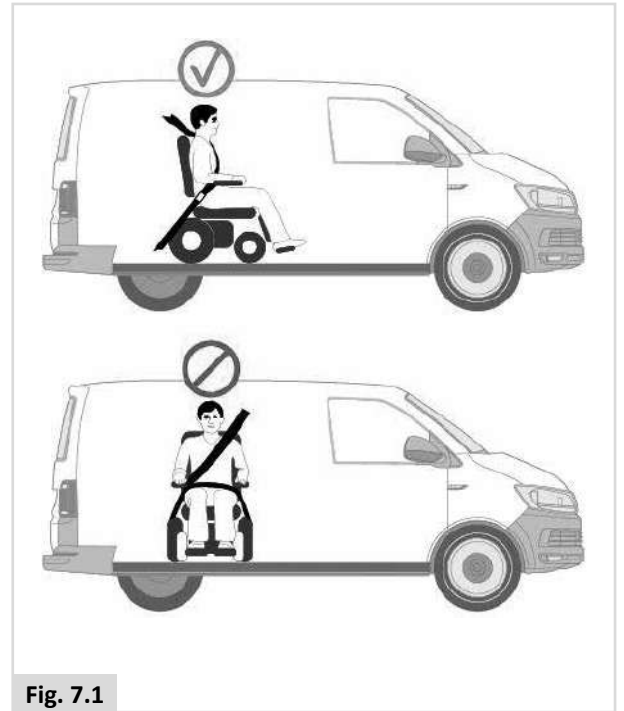

Fig. 7.1
- Le fauteuil doit être arrimé face à la route. Ce fauteuil a été approuvé pour une utilisation à bord des véhicules motorisés, et satisfait les exigences relatives au transport face à la route et aux collisions frontales. Le fauteuil n'a pas été testé pour d'autres positions à bord d'un véhicule (Fig. 7.1).